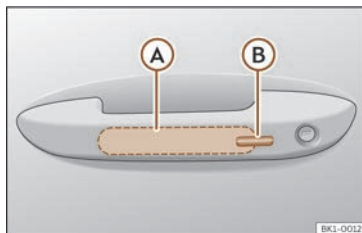

Fig. 69 Asa da porta: superficies sensoras.
>>> **fig. 69**
- Toque a superficie sensora >>> **fig. 69 (B)** situada no lado exterior da asa da porta. Todos os intermitentes escintilan unha vez.
- Antes de que transcorran 5 segundos, toque unha vez o sensor do lado exterior da asa da porta >>> **fig. 69 (B)**. Ao facelo, non agarre a asa. O sistema Keyless Access queda desactivado temporalmente.
Para **pechar coa función de confort** todas as fiestras eléctricas e o teito de vidro, manteña un dedo durante uns segundos sobre a superficie sensora de bloqueo >>> **fig. 69 (B)** da asa da porta ata que se pechen as fiestras e o teito.